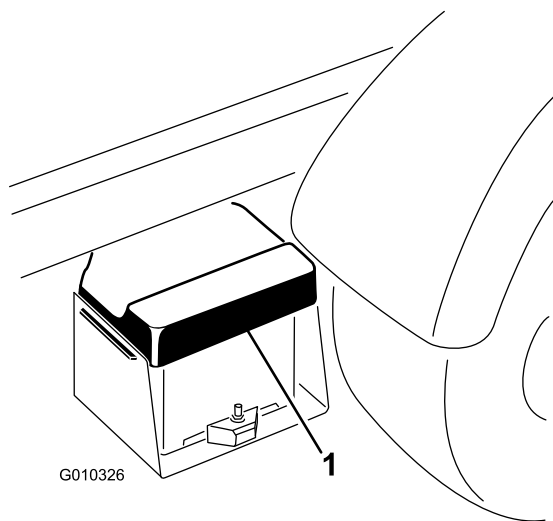

Figure 52
1. Appuyez sur le couvercle de la batterie pour dégager les languettes de la base de la batterie. Enlevez le couvercle de la base de la batterie (Figure 52).